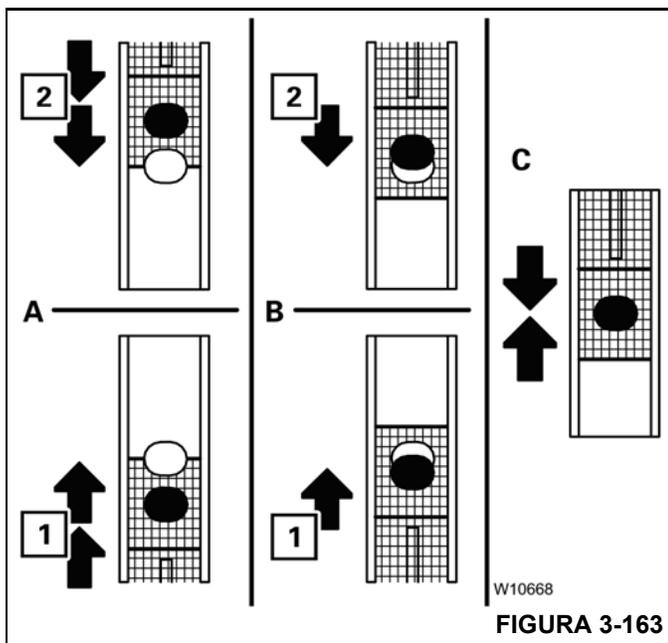

FIGURA 3-163
Cerca de un punto de bloqueo, la pantalla (3) indica lo siguiente; consulte la Figura 3-163: